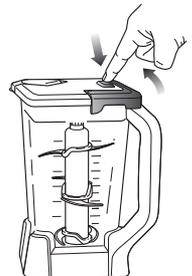

Fig. 9
- 16 Pour obtenir des consistances plus épaisses, retirez d'abord le couvercle en appuyant sur le bouton de dégagement et en tirant la poignée du couvercle jusqu'à un angle de 90 degrés pour soulever le couvercle du pichet. Puis, enlevez délicatement le jeu de lames superposées par le haut de la tige. Placez le jeu de lames superposées loin de la zone de travail afin d'éviter tout contact accidentel. Enfin, videz le contenu du pichet. (Fig. 9)